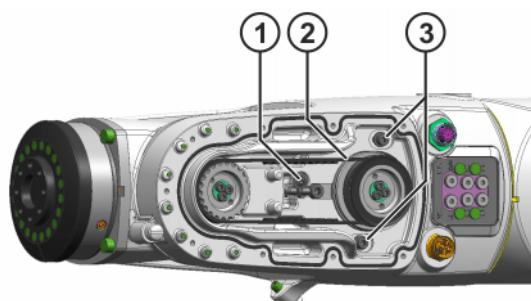

Abb. 8-10: Zahnriemen A5
1. 2 Innensechskantschrauben M4x12-8.8 lockern (>>> Abb. 8-10).